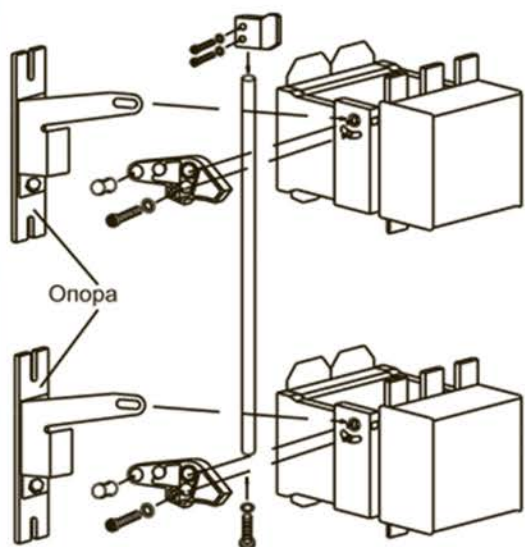

Рисунок 6
2. 2. 1 Конструкция реверсивного контактора вертикального крепления, см. рисунок 6.
2. 2. 1. 3 При сборке реверсивных контакторов вертикального крепления, использующих NC2-265-800 , необходимо установить опору под , см. рисунок 6, 7.